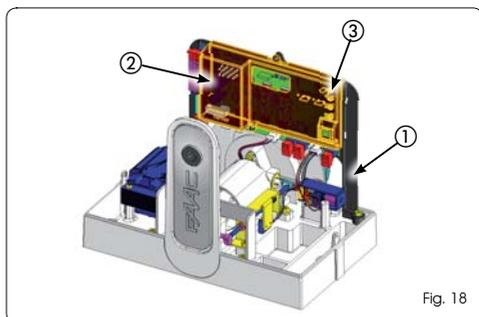

Fig. 18
Dans les motoréducteurs, l'appareillage électronique de commande est fixé à un support (Fig. 18 réf. ①) avec un couvercle transparent (Fig. 18 réf. ②). Sur le couvercle, ont été placés les poussoirs de programmation de la platine (Fig.18 réf. ③), cela permet de programmer la platine sans devoir enlever le couvercle.